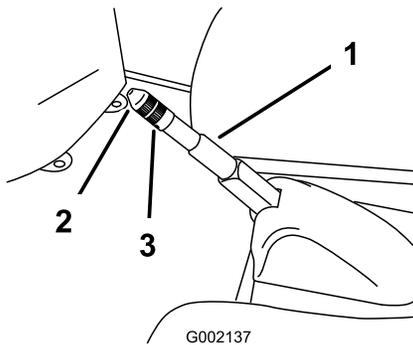

Figura 47
2. Afloje el tornillo de fijación que sujeta el pomo a la palanca del freno de estacionamiento (Figura 47).